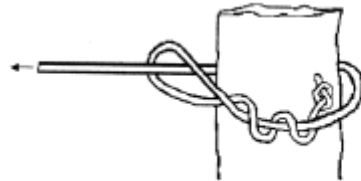

Рис. 10. Вузол "Удавка"
**Завдання 10.** Навчитися в'язати вузли для прив'язування до опори: удавка (рис.10).